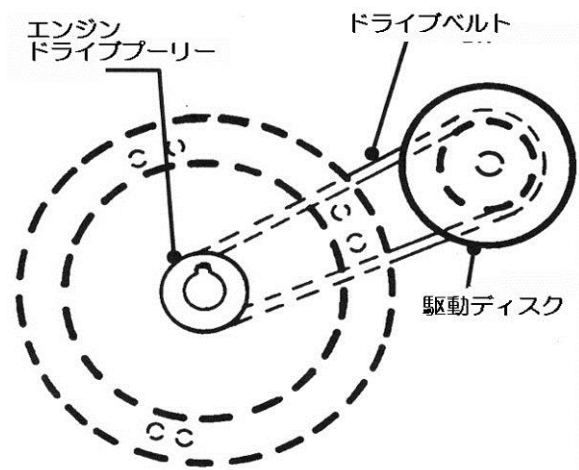

図6-14
- このモデルはアイドルプーリーが無い型式です。(図6-14)